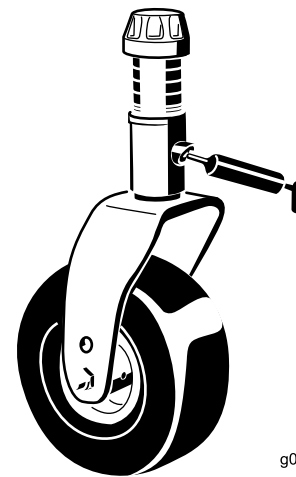

Figura 66
- Boccola (1) dell'asse della forcella della ruota orientabile (Figura 66)
- Boccole del perno del braccio di rinvio (1) (situate sotto il braccio di rinvio)